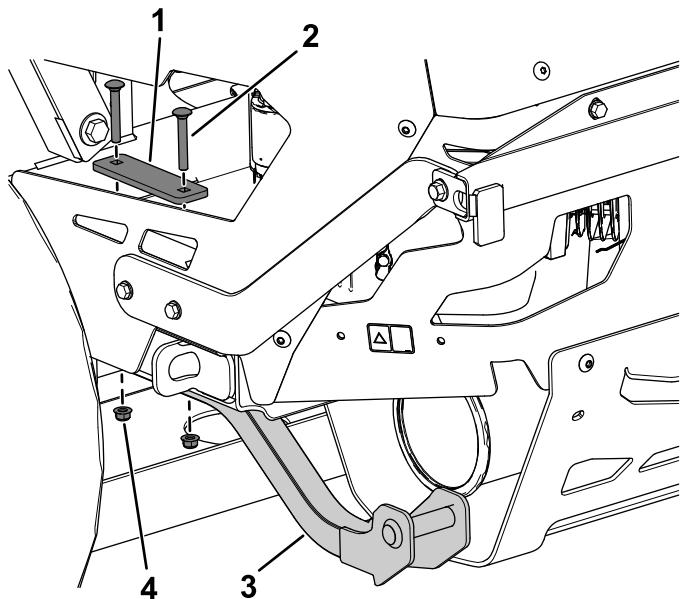

Figure 14
4. Fixez légèrement le support inférieur à la plaque du moteur à l'aide de 2 boulons de carrosserie (5/16 x 2 1/4 po), 1 plaque d'appui et 2 écrous à embase (5/16 po), comme montré à la Figure 14.